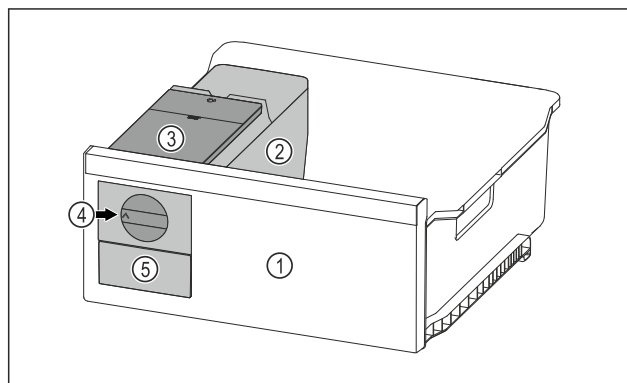

Fig. 212 Ilustrační zobrazení
- Otočte otočný knoflík Fig. 212 (4) ve směru hodinových ručiček až na doraz.
- Kostky ledu padají z misky na kostky ledu do zásuvky na kostky ledu Fig. 212 (5).